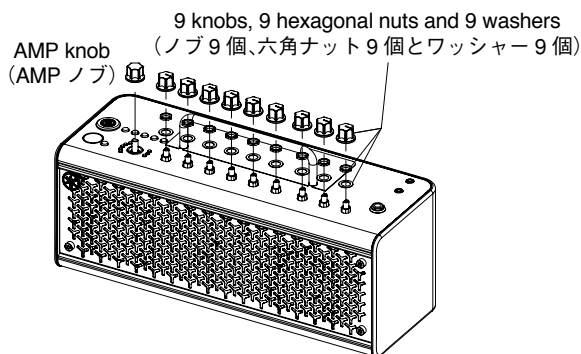

Fig. 7 (図 7)
- 6-1. Remove the AMP knob. (Fig. 7)
- 7-1. Remove the nine (9) knobs, nine (9) hexagonal nuts and nine (9) washers underneath each knob. (Fig. 7)
- 6-1. AMP ノブを外します。(図 7)
- 7-1. ノブ 9 個、各ノブの下の六角ナット 9 個とワッシャー 9 個を外します。(図 7)